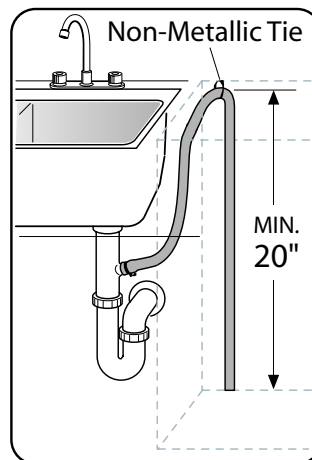

Figure 8
1. Directement sur la connexion du drain sous l'évier, figure 8.